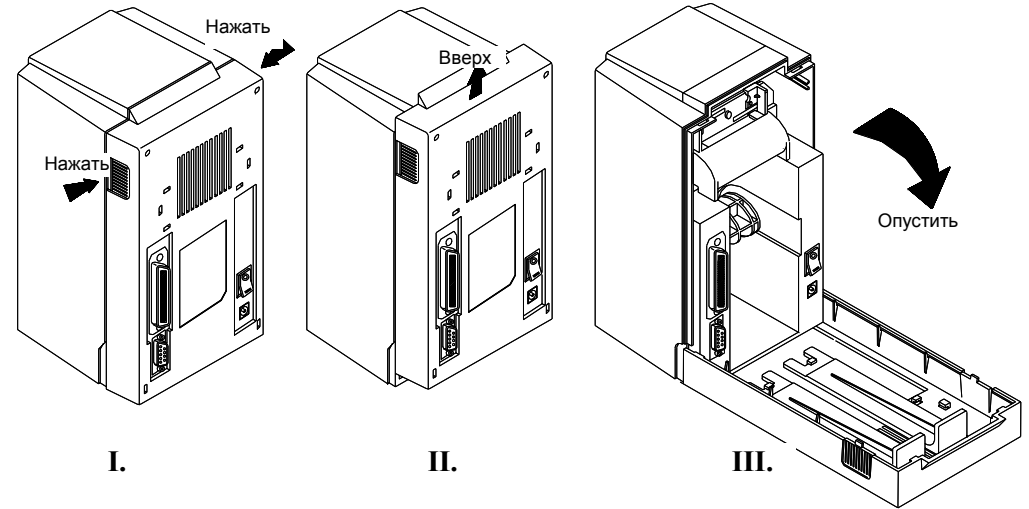

Рис. 2.1.1
3. Нажать два боковых блокиратора (поз. 7) и сместить заднюю крышку вверх для открывания (см. рисунок 2.1.1).
1. Нажать на блокираторы (поз. 7) и потянуть вверх для открывания задней крышки. (см. Рисунок 2.1.1)